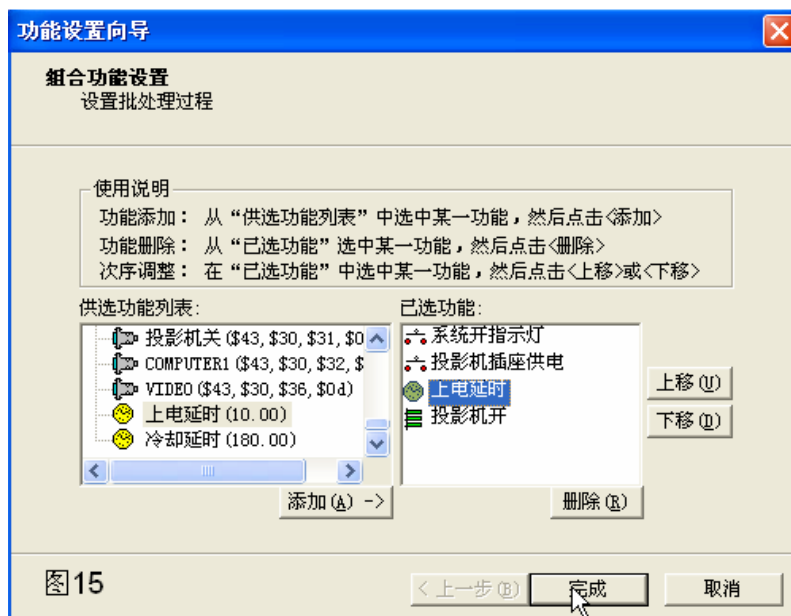

图 15
- 6) 延时组合：选择功能项里“系统启动”，点击“修改”按钮。图 15
- 7) 延时组合：在左边“供选功能列表”里找到“上电延时”，点击“添加”按钮，然后点击“上移”按钮移动到投影机插座供电之下位置，点击“完成”。如图 15